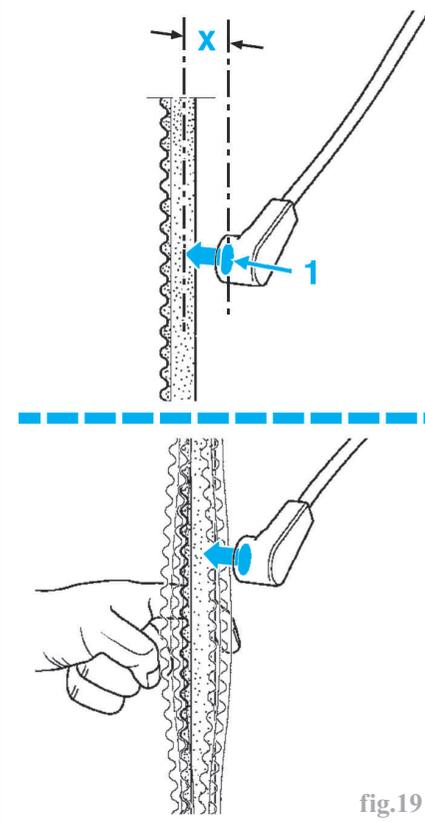

fig.19
- Avec le fréquencemètre **One Too Diapaz Mini (Renault Mot.1715)**, placer la tête de lecture (1) à une distance **X = 5 à 10 mm** du brin inférieur de la courroie puis faire vibrer la courroie à l'aide d'un doigt (fig.19).